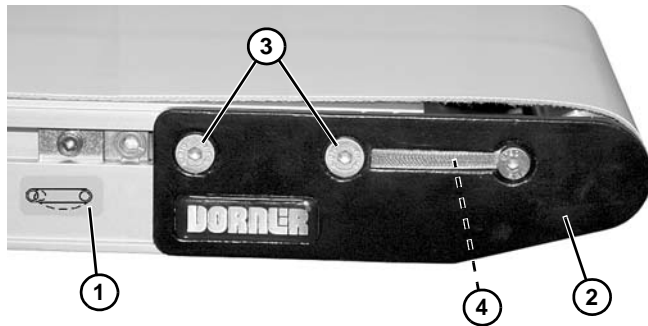

Figura 54
1. En el extremo tensor del transportador, identificado con  una etiqueta (**Figura 54, artículo 1**), empuje e inserte el conjunto de la placa del cabezal (**Figura 54, artículo 2**): En ambos lados del transportador, afloje los tornillos de sujeción (**Figura 54, artículo 3**) y gire el engranaje piñón (**Figura 54, artículo 4**) para ajustar la placa del cabezal.
3. Después de ajustar la tensión correctamente, apriete los tornillos de sujeción (**Figura 54, artículo 3**) en ambos lados del transportador a 7 Nm.